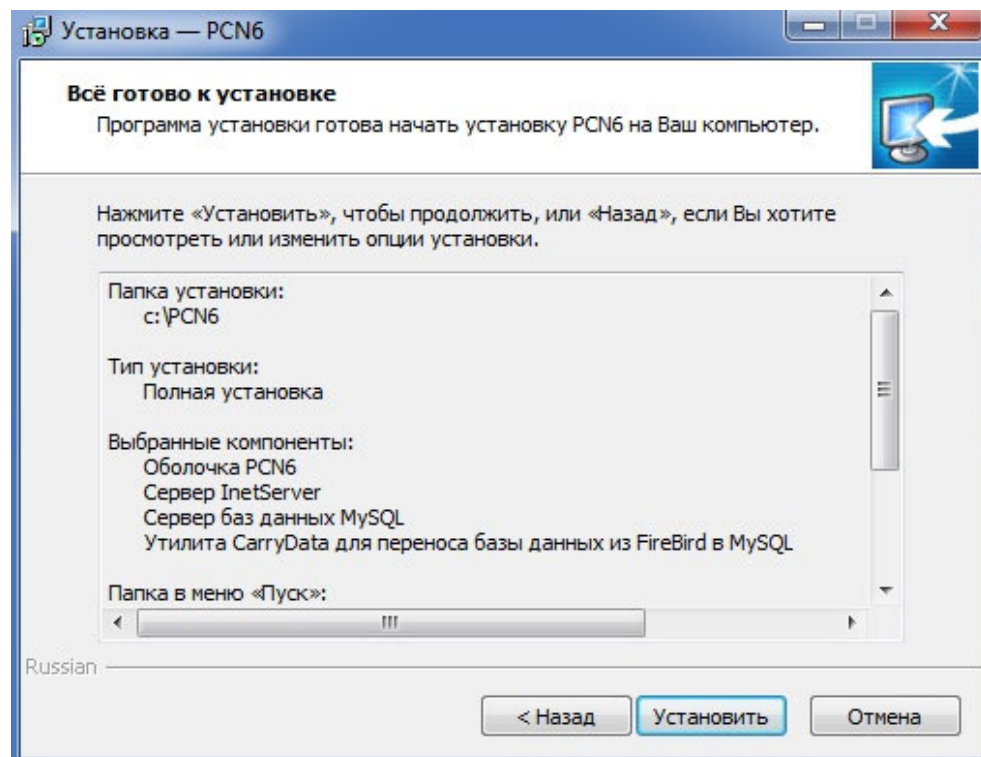

Рисунок 7
3.1.7 Для продолжения установки нажмите кнопку «Установить» (Рисунок 7).